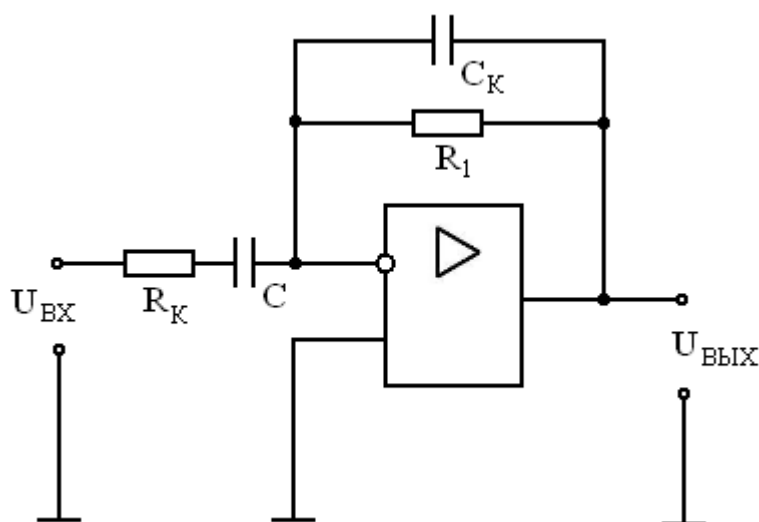

Рисунок 4.7 - Схема скорректированного дифференциатора
1. Перенести в отчет схему дифференциатора (рис. 4.7).